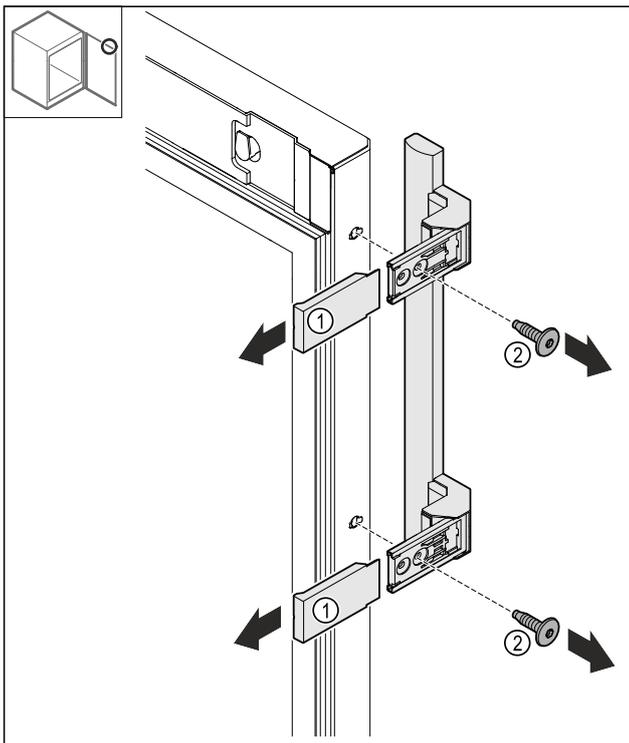

Fig. 24
- ▶ Abdeckungen Fig. 24 (1) abziehen.
- ▶ Schrauben Fig. 24 (2) lösen.